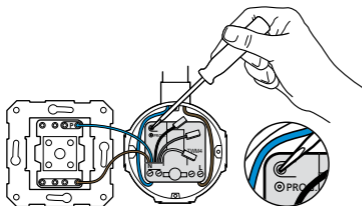

Figura 5. Attivazione e disattivazione del modo di programmazione.
- Tenere il bottone di programmazione premuto per min. 3 secondi, vedere la figura 5, dopo di che, rilasciandolo, il LED rosso rimane acceso.